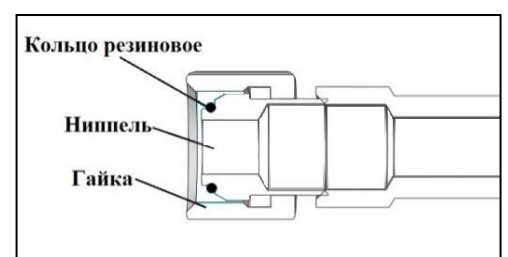

Рисунок 7 – Установка резинового кольца КУН 2000.00.005
**ВНИМАНИЕ!** Перед монтажом гидросистемы установить кольцо резиновое КУН 2000.00.005 на всех резьбовых соединениях, где имеется ниппель с канавкой и гайка накидная (см. рис.7).